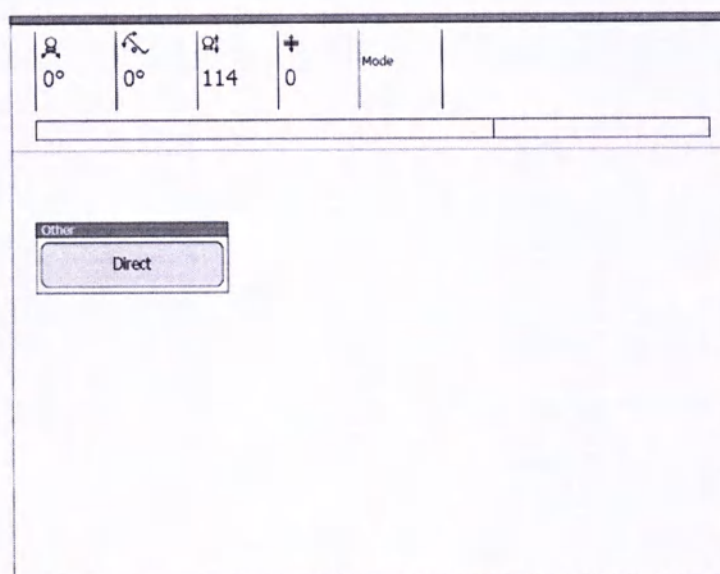

Рисунок 2.2 – Дисплей сенсорного экрана в прямом режиме
- б) прямой – работа с внешним приемником (Рисунок 2.2).